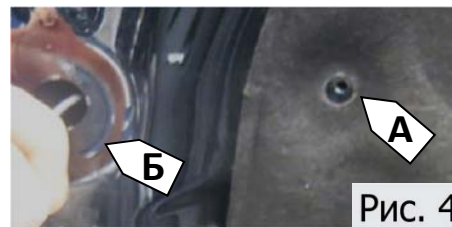

Рис. 4
4. Завести гайку закладную в отверстие Б и совместить резьбовое отверстие в гайке закладной с отверстием А, (Рис. 4).